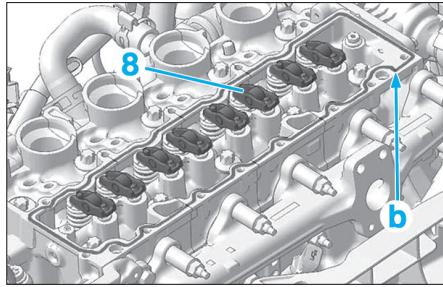

Fig. 48
- À l'aide d'huile moteur, lubrifier les lingues à rouleaux (8) (Fig.48).